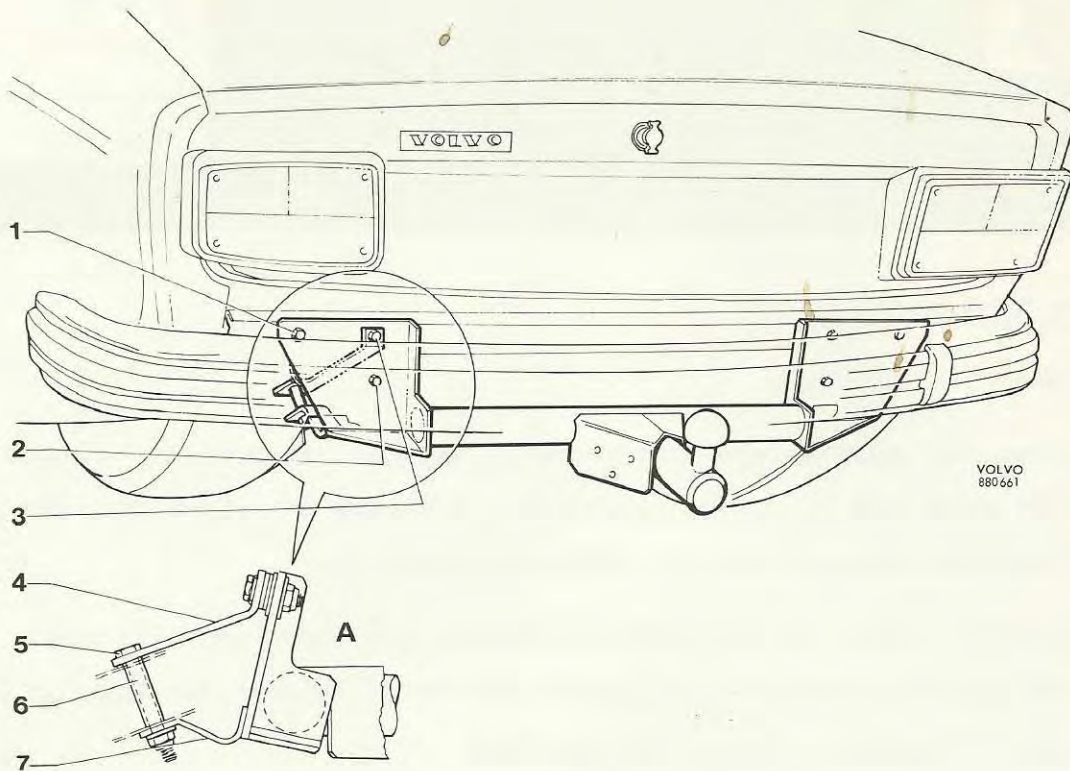

Bild 3.
4. Placera draget och stötfångaren på plats och montera skruvarna 1, 2 och 3 enligt bild 3. Skruvarna placeras enligt bildtext. Dra fast skruv 1 och 2.
5. Borra hål \varnothing 10 mm för nedre stödjärnen. Montera distanshylsorna enligt bild 3 och vrid övre fästjärnen på plats. Styr upp distanshylsorna från undersidan med en skruv för att underlätta monteringen av skruv 5. Dra fast skruv 3 och 5.